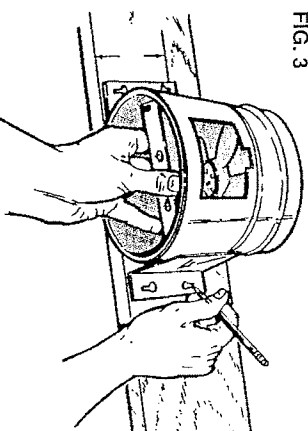

FIG. 3
3. Draw a line on joist 3-1/4" from the bottom edge, as shown, for 1/2" finished ceiling material. Adjust this dimension for different ceiling material thicknesses. Hold unit up and mark upper keyholes along this line. (FIG. 3)
3. Dibuje una línea en la viga a 8,25 cm (3-1/4 pulg.) del borde inferior, tal como se muestra, para material de acabado de cielo raso de 1,27 cm (1/2 pulg.). Ajuste esta dimensión para otros grosores de materiales de cielo raso. Sostenga la unidad y marque los agujeros como llave en esta línea. (FIG. 3)